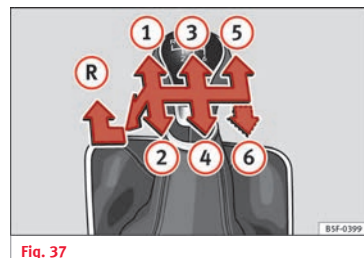

Fig. 37
Na alavanca de mudanças indicam-se as posições das marchas »» Fig. 37.
- Com a alavanca de mudanças em ponto morto, pressione-a para baixo, mova-a para a esquerda até ao fim e depois para a frente para selecionar a marcha atrás »» Fig. 37 **(R)**.